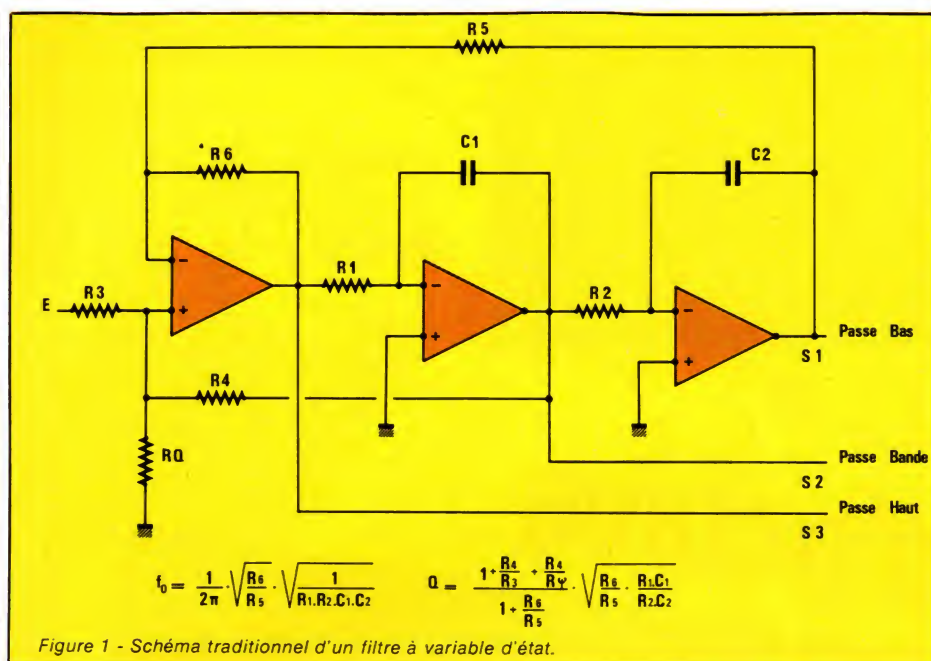

Figure 1 - Schéma traditionnel d'un filtre à variable d'état.
La solution la plus connue est représentée à la figure 1. Ce filtre est appelé filtre à variable d'état. Il présente de nombreux avantages :
- indépendance des paramètres Q et f_0 : en effet, les équations de la figure 1 montrent que l'on peut fixer, par exemple, les constantes de temps $R_1 C_1$ et $R_2 C_2$ pour la fréquence de coupure f_0 choisie, puis ensuite, modifier R_0 qui n'agit que sur le seul coefficient de surtension Q .